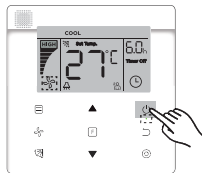

Figura 6.1
- 1) Premere il tasto (ON/OFF) , e l'indicatore operativo "•" sul comando cablato si illuminerà, mentre l'icona " " ON/OFF dell'unità interna sul display girerà per indicare che l'unità interna ha cominciato a funzionare (si veda Figura 6.1).